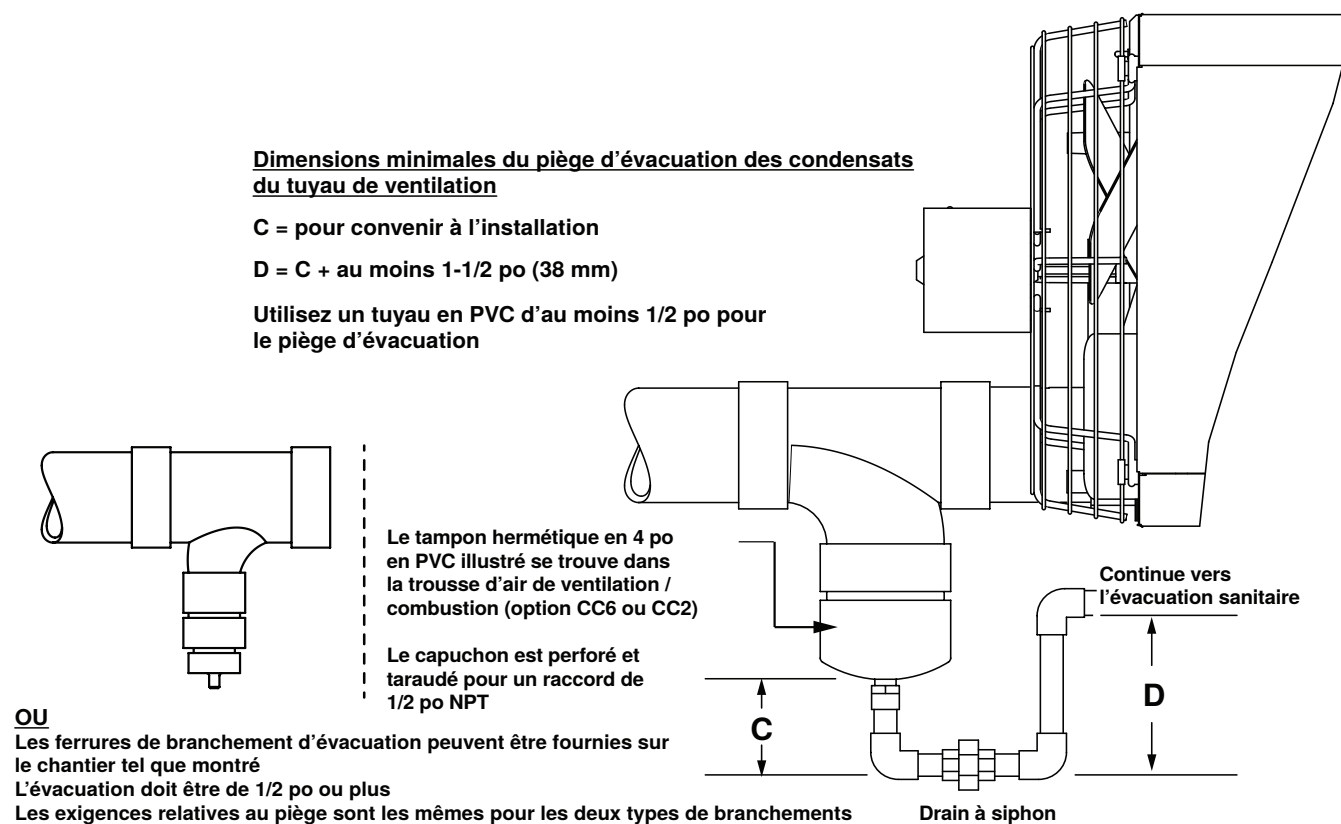

Figure 22. Siphon de purge de condensat
4. Installer le siphon conformément à la **Figure 22**.